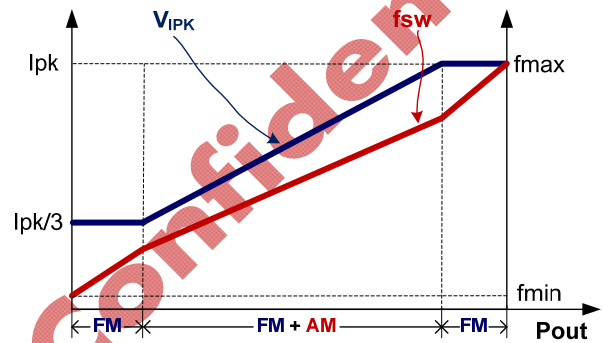

图 1
为满足系统平均效率和空载待机方面的严格要求，KP321X 采用了调幅控制 (AM) 和调频控制 (FM) 相结合的工作模式，如图 1 所示。